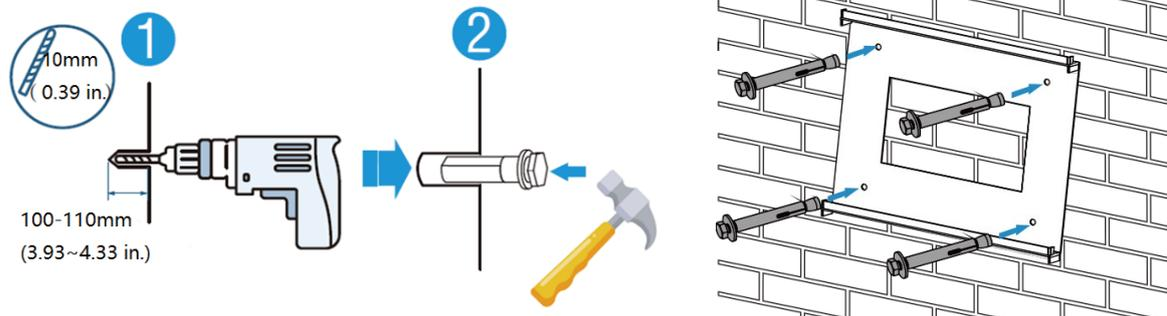
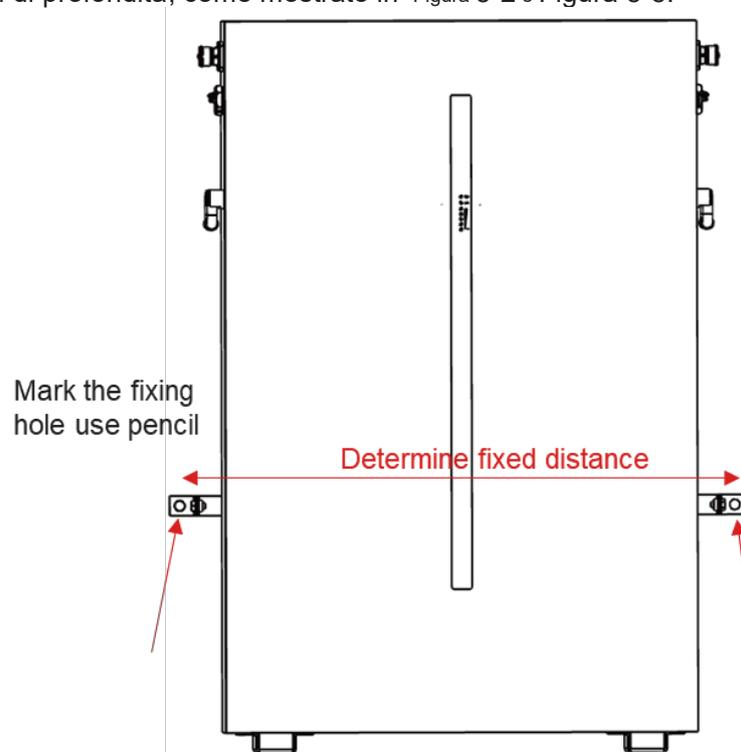

Figura 5-2
Figura 5-5
b) Scegliere la testa di perforazione consigliata (come mostrato in Figura 5-2) per praticare 4 fori sulla parete, 100 mm-110 mm di profondità.
c) Utilizzare un martello adeguato per fissare la piastra sospesa alla parete, inserire il bullone di espansione nei fori, come mostrato in Figura 5-2.
b) Posizionare la batteria sul lato della parete, segnare la posizione del foro di fissaggio, scegliere la testa di perforazione consigliata (come mostrato nella figura seguente) per praticare 2 fori sulla parete, 100-110 mm di profondità, come mostrato in Figura 5-2 e Figura 5-5.
c) Utilizzare un martello adeguato per fissare la batteria alla parete, inserire il bullone di espansione nei fori, come mostrato in Figura 5-2.